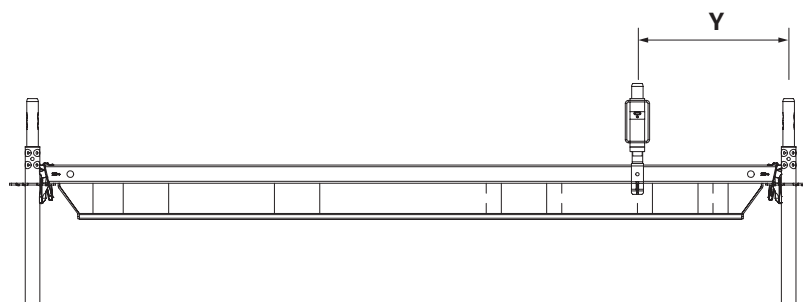

Fig. A8.03
- La distanza **Y** è specificata per tutte le lunghezze dei correnti UHV insieme. In caso di lunghezze inferiori, è possibile una distanza **Y** maggiore per i rispettivi correnti UHV; a questo proposito, consultare le tabelle di progettazione PERI UP. (Fig. A8.03)